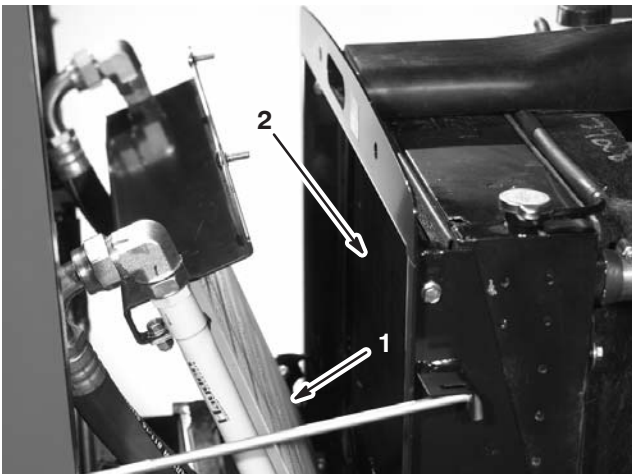

Bild 51
3. Kippen Sie den Ölkühler nach hinten. Reinigen Sie beide Seiten des Ölkühlers und des Kühlerbereichs (Bild 51) gründlich mit Druckluft.